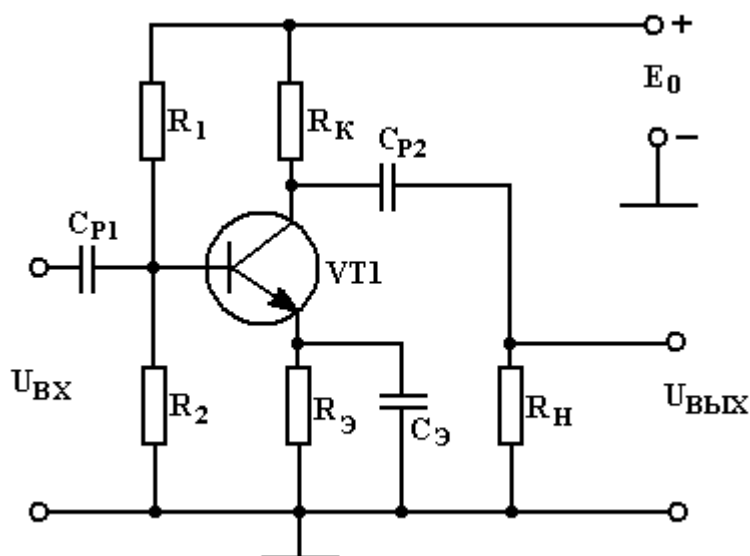

Рисунок 3.3 - Схема усилительного каскада с общим эмиттером
Нужно иметь в виду, что в схеме усилительного каскада, изображенного на рис. 3.3, использован транзистор типа n-p-n. При выполнении схемы на транзисторе типа p-n-p необходимо изменить полярность источника питания  $E_0$ .
1. Перенести в отчет схему транзисторного усилителя с общим эмиттером (рис. 3.3).